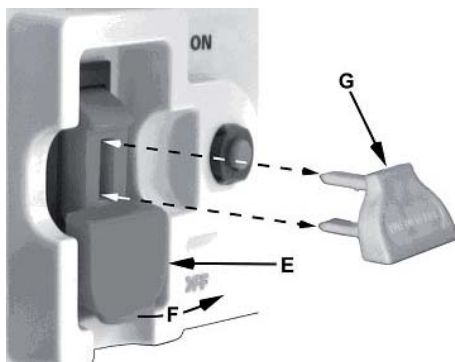

Рис. 25
- Чтобы включить станок, переключите выключатель в верхнюю позицию (F, Рис. 25).
Замыкающий ключ (рис. 25)